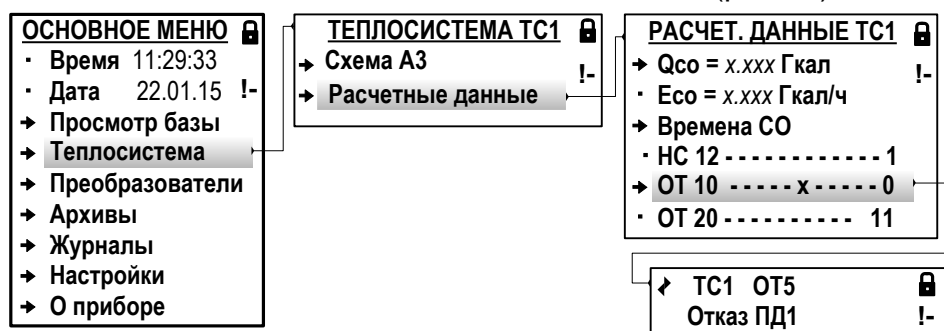

Рис.39. Вид окон индикации отказов датчиков и НС в расчетной теплосистеме (режим РАБОТА).
7.6.5.2. В режиме РАБОТА просмотр зафиксированных отказов (НС) возможен в меню **Теплосистема / Расчетные данные** (рис.39):